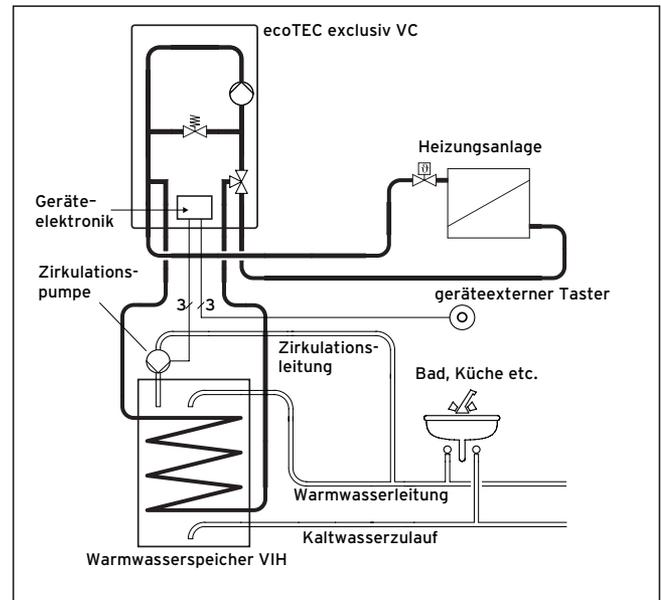
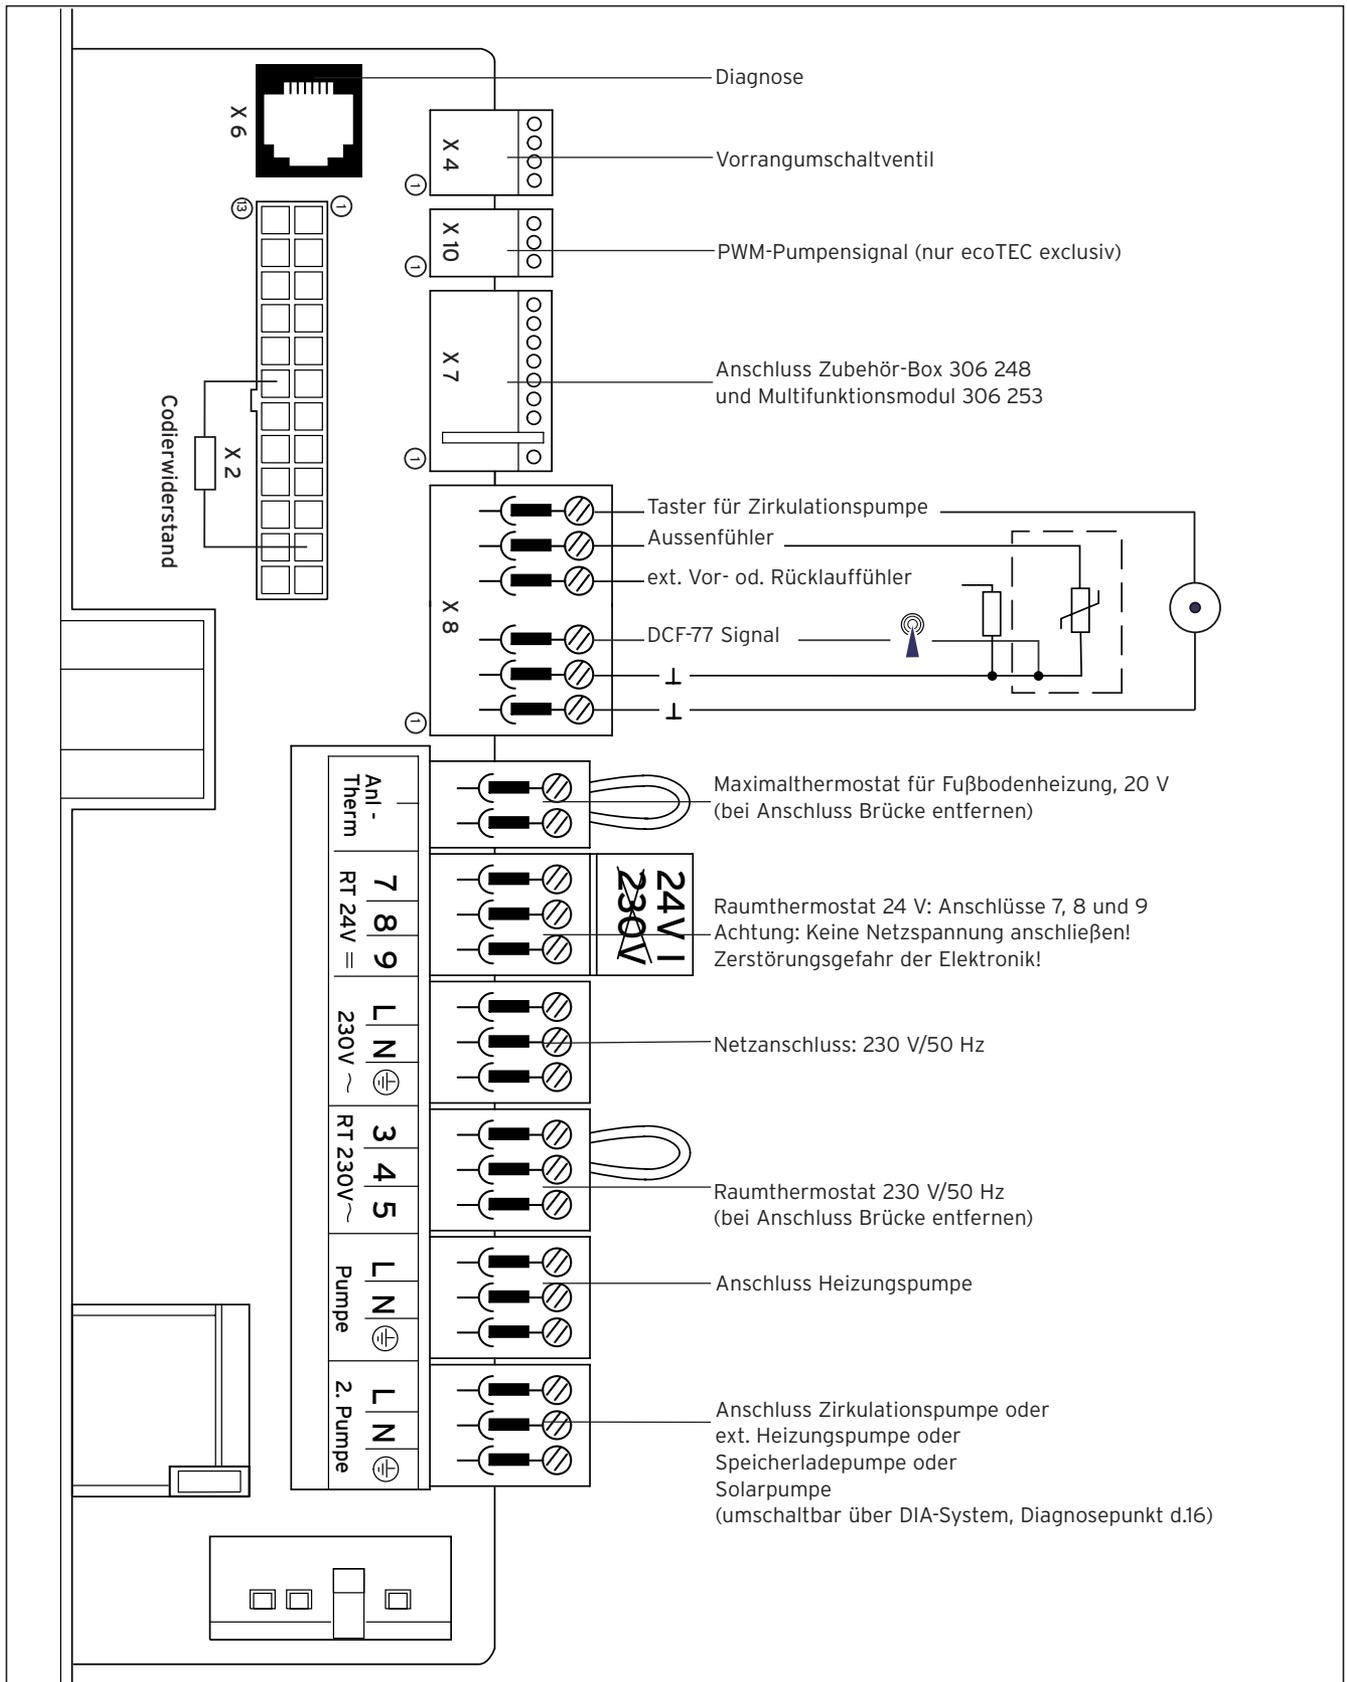

Abb. 4.10 Bedarfsabhängige Ansteuerung einer Zirkulationspumpe
Abb. 4.11 Anschlussplan ecoTEC exclusiv VC
- Schliessen Sie die Anschlusskabel entsprechend Tab. 4.3 und Abb. 4.11/4.12 an die entsprechenden ProE-Stecker bzw. Steckplätze der Elektronik an.
- Schliessen Sie die Anschlusskabel entsprechend Tab. 4.3 und Abb. 4.11/4.12 an die ProE-Stecker bzw. Steckplätze der Elektronik an.
Die Elektronik des ecoTEC exklusiv bietet die Möglichkeit, die Zirkulationspumpe eines Warmwasserspeichers bedarfsgerecht (ähnlich wie ein Treppenlichtautomat) anzusteuern (s. Abb. 4.10). Die Ansteuerung erfolgt über einen bauseits zu stellenden, geräteexternen Taster, der an einer beliebigen Stelle in der Wohnung, z. B. Bad oder Küche) installiert sein kann. Der Taster wird an Klemmen X8/1 und X8/6 der Elektronik des ecoTEC exklusiv angeschlossen (s. Abb. 4.11). Bei Betätigung des Tasters wird die Zirkulationspumpe in Betrieb genommen. Nach 5 Minuten wird die Pumpe wieder abgeschaltet. Es können mehrere Taster parallel geschaltet werden. Unabhängig von der externen Ansteuerung der Zirkulationspumpe ist die Funktion „Ansteuerung durch programmierbare Zeitfenster“ durch einen Regler weiterhin möglich.
- Schliessen Sie die Solarpumpe entsprechend Abb. 4.11 an den entsprechenden ProE-Stecker bzw. der Elektronik an.